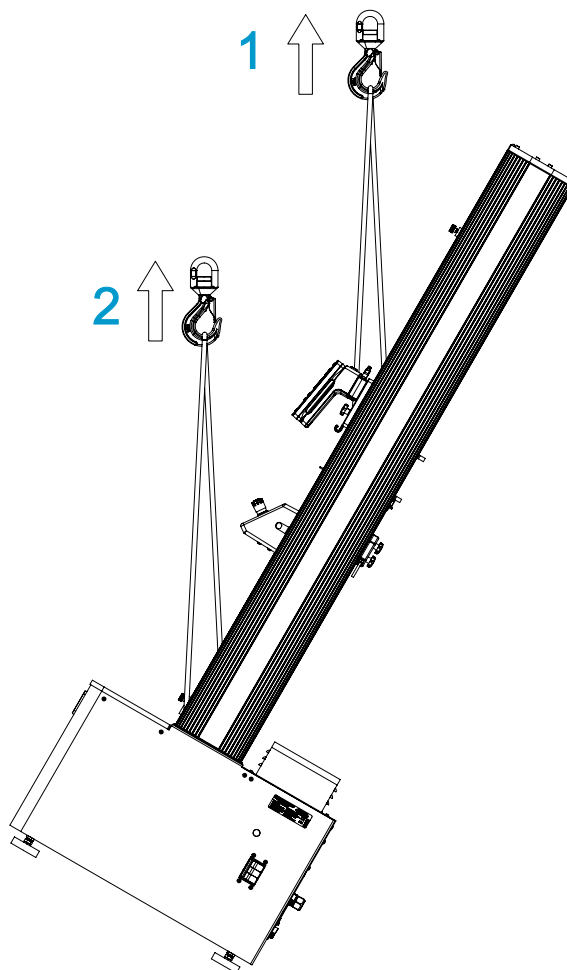

Figura 19. Elevación del bastidor usando una grúa
Consulte Figura 19 en la página 74.
2. Enganche las dos eslingas de elevación a la cruceta y fíjelas al gancho de la grúa como se muestra en la Figura 19 en la página 74. Si se emplean cadenas en lugar de eslingas de elevación, envuelva material de protección alrededor de la cruceta para protegerla de raspaduras y daños. Las cadenas también pueden ocasionar daños en otras piezas del bastidor, como la placa superior, por ejemplo; asegúrese de envolver todos los componentes vulnerables con material protector.
3. Coloque dos pernos de elevación M16 en la base del bastidor y fije dos eslingas adicionales en los pernos, como ilustra Figura 19 en la página 74.
Leyenda de la Figura 19